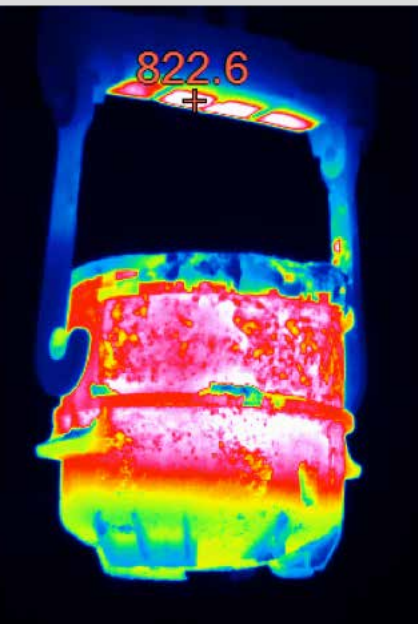

图 1.
**本质安全区** - 使用这些镜头, 无需进入这些区域, 也无需获得高温作业许可或获得携带设备进入区域的许可, 即可获得所需的信息。见图 1。